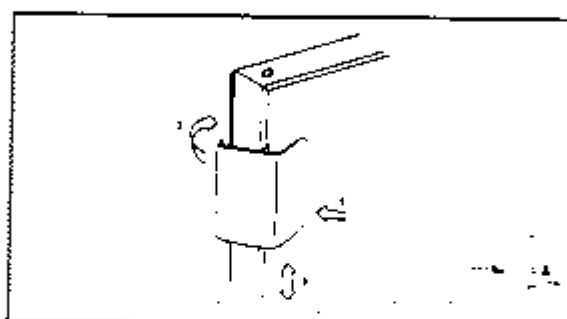

Figure 14.
13. Montage de la poignée (fig. 14)